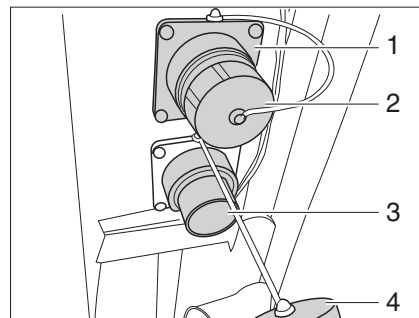

Fig. 221 Conexión de salida de aguas residuales
En las conexiones de salida de aguas residuales (Fig. 221,3) se puede conectar un tubo flexible.
- Desbloquear la caperuza (Fig. 221,4) de las conexiones de salida de aguas residuales (Fig. 221,3) girándola un cuarto de vuelta en sentido de las agujas del reloj y extraerla.